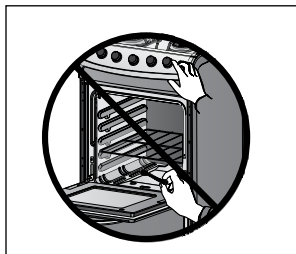

Figura 44
- En ningún caso deben utilizarse simultáneamente la fuente de calor de gas y la resistencia de gratinado (Ver figura 44).